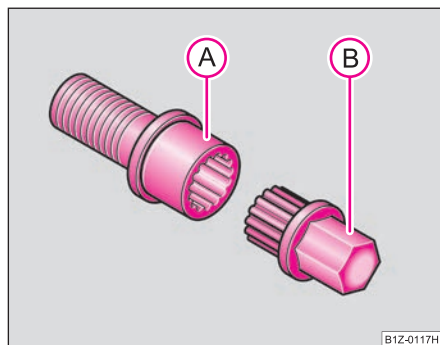

Fig. 211 Șurub de siguranță cu adaptor
- Introduceți adaptorul (B) cu partea zimțată până la limită pe interiorul zimțat al șurubului de siguranță (A), astfel încât să se mai vadă numai partea hexagonală ⇒ fig. 211.
- Împingeți cheia de roată până la capăt, pe adaptor (B).